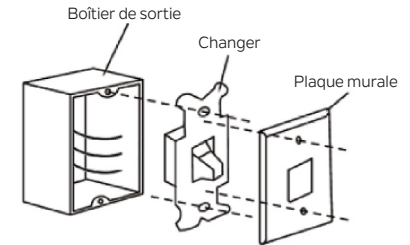

Fig. 19
Étape 1. Retirez la plaque murale existante et l'interrupteur de la boîte de prise murale. Débranchez les fils de l'interrupteur existant. (Fig. 19)